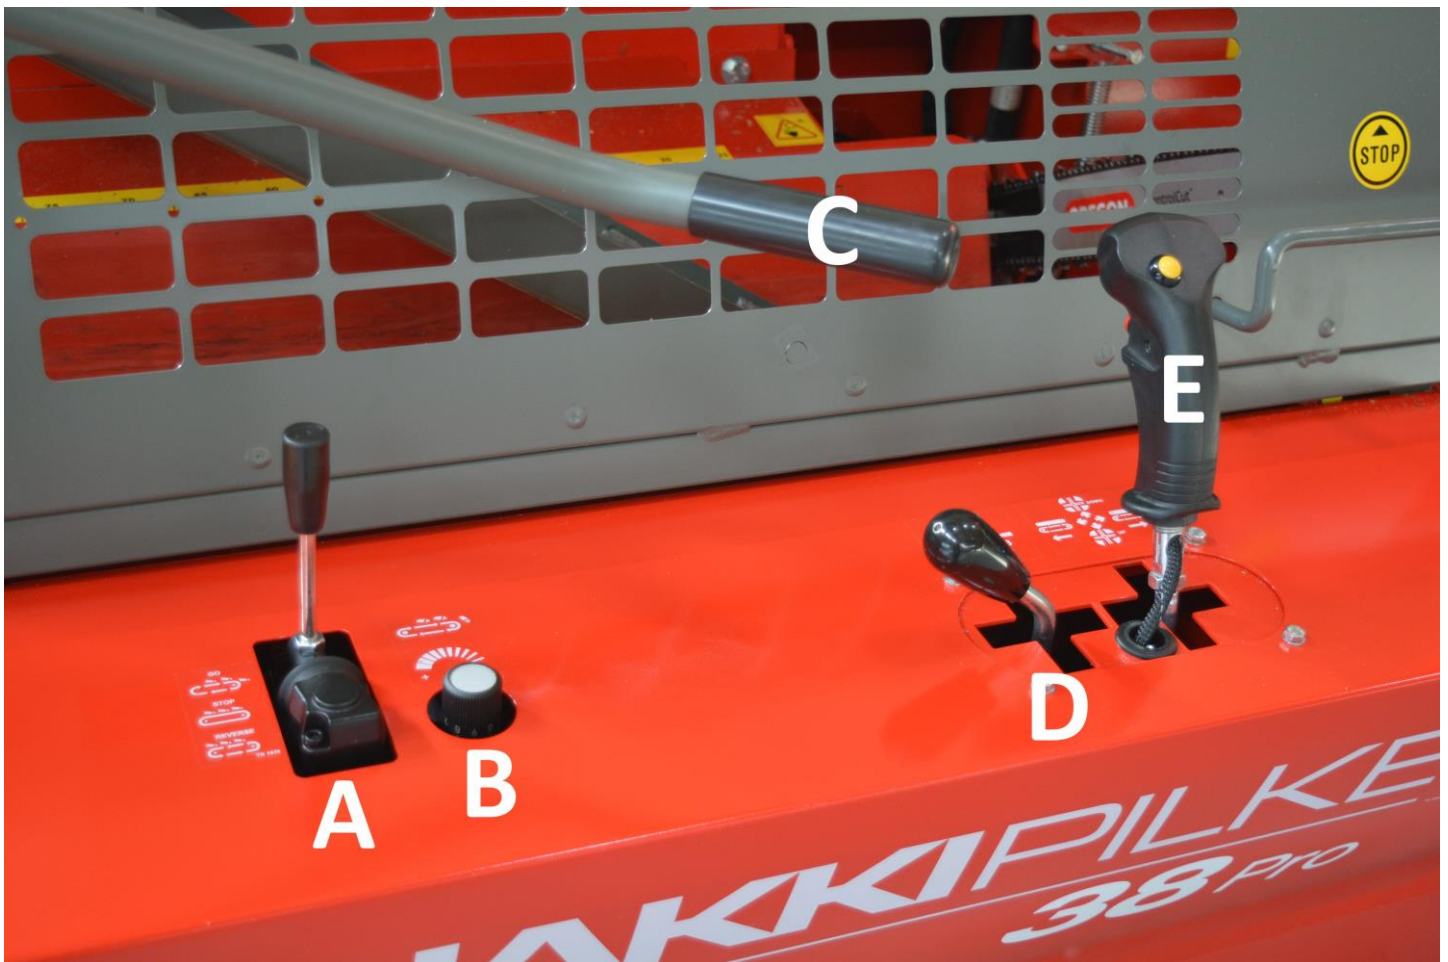

Bild 10. Kontroller
Kontrollernas funktion i bild 10
Hakki Pilke 38 Pro-brandmaskinens utmatningsband drivs av en hydraulisk motor. Använd justeraren B för att ändra bandets hastighet (bild 10). Nedan beskrivs hur transportören kan vridas i sidled genom att använda vridspaken A och handtag B:
Om transportörens hydrauliska vridning (tillval) är tillgänglig kan du använda styrspaken D (bild 10) för att svänga transportören i sidled. Med andra ord, **om spaken vrids framåt svänger transportören till vänster och om spaken vrids bakåt svänger transportören till höger.**
Maskinens klyvbett styrs hydrauliskt med styrspaken E (bild 10) (**framåt => bladet sänks, bakåt => bladet höjs**). Stockarna ska alltid vara så centrerade som möjligt när de passerar bladet för att få en enhetlig storlek på vedträdet.
11. Gör en testkörning för inmatningstransportörens matning och bakåtvändning med spaken E (bild 10).
12. Aktivera utmatningstransportören med spaken A (bild 10) och justera transportörens hastighet till en lämplig nivå med kontroll B (bild 10). Se också till att spaken A stoppar och backar transportören.
Inmatningstransportören matar vedträdet i vedmaskinen. Vrid styrspaken E (bild 10) till höger för att mata vedträn in i maskinen. Matningen kan backas genom att vrida spaken åt vänster.
3. När stocken stannar vid den mekaniska mätaranordningen för kapning ska du hålla stocken på plats genom att placera mer tryck på grepparmen C (bild 10).